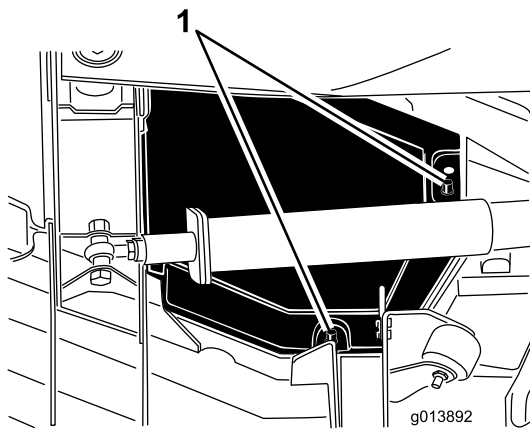

Figure 45
4. Soulevez les bords arrière et intérieur du capot pour le dégager des supports de montage (Figure 45).